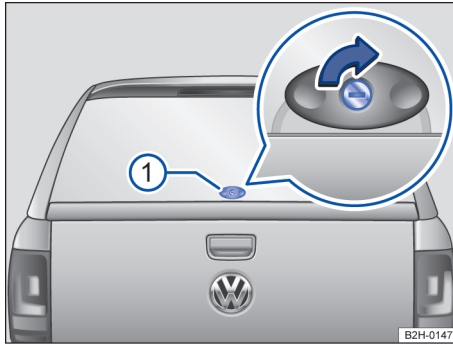

Fig. 56 Abrir a tampa da capota rígida.
- Introduzir a chave da capota rígida no cilindro da fechadura do manípulo → Fig. 56 ①.